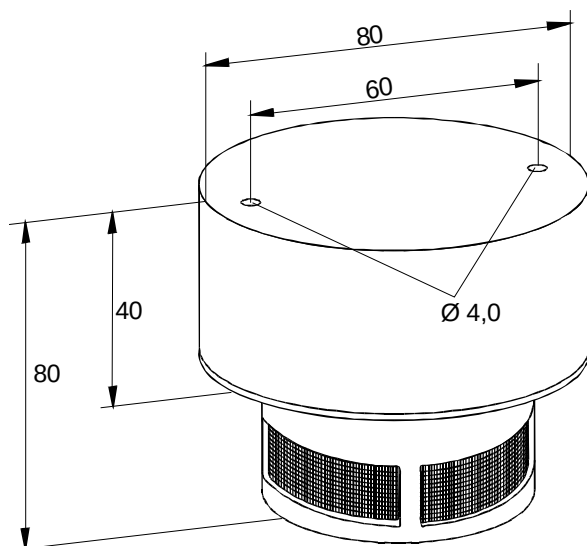

Fig. 2: Mått
- Montera sockeln i taket med medföljande hjälpmedel (mått i Fig. 2)
Dimensioner	: se Fig. 2